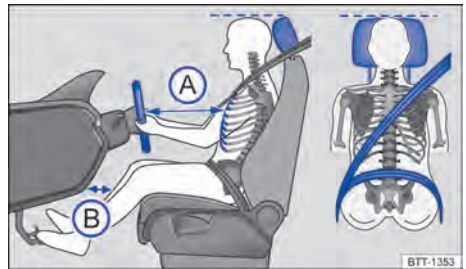

Fig. 20 Distancia correcta del conductor con relación al volante, posición correcta de la banda del cinturón de seguridad y ajuste correcto del apoyacabezas.
- Ajustar el asiento de modo que la distancia entre el volante y el tórax sea como mínimo de 25 cm → fig. 20 (A) y que el conductor pueda sujetar el volante del borde exterior con las dos manos y los brazos ligeramente flexionados.
- Ajustar el asiento del conductor de manera longitudinal para que los pedales se puedan accionar con las piernas ligeramente dobladas y la distancia entre el área de la rodilla y el tablero de instrumentos sea de al menos 10 cm → fig. 20 (B).
- Ajustar el apoyacabezas para que su borde superior se encuentre preferentemente en la misma línea de la parte superior de la cabeza → fig. 20 – pero no por debajo de la altura de los ojos. Posicionar la parte posterior de la cabeza lo más cerca posible del apoyacabezas.